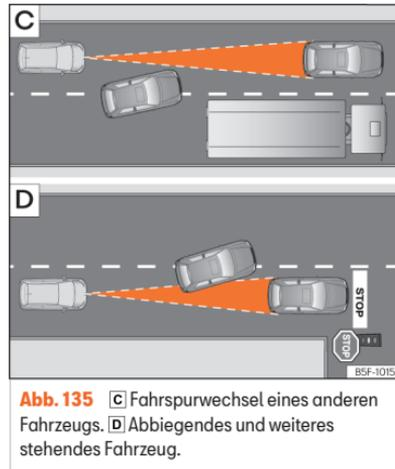

Abb. 135 [C] Fahrspurwechsel eines anderen Fahrzeugs. [D] Abbiegendes und weiteres stehendes Fahrzeug.
- Fahrzeuge, die in geringem Abstand auf die eigene Fahrspur wechseln »» [Abb. 135]
Es ist möglich, dass ACC nicht auf stehende Fahrzeuge reagiert. Wenn z. B. ein von der ACC erfasstes Fahrzeug abbiegt oder ausschert und sich vor diesem Fahrzeug ein stehendes Fahrzeug befindet, reagiert ACC nicht auf das stehende Fahrzeug »» (Abb. 135) .